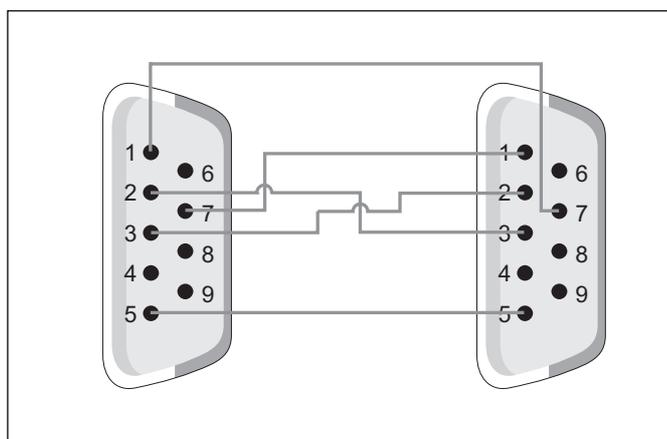

Fig.16 Designazione dei pin del cavo interfaccia "Standard AT-AT"
- Collegare l'interfaccia N dell'acquisitore con interfaccia seriale del PC per mezzo del cavo interfaccia tipo "Standard AT-AT" (per la designazione dei pin, vedere fig.16).